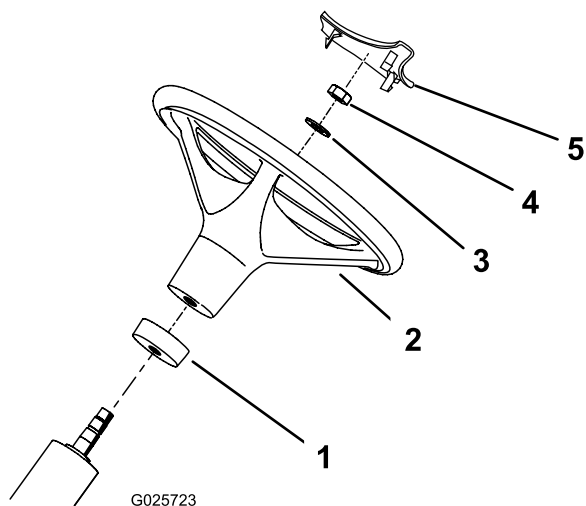

Рисунок 2
2. Наденьте кольцо из пеноматериала на рулевой вал концом меньшего диаметра вниз (Рисунок 2).
3. Наденьте рулевое колесо на рулевой вал (Рисунок 2).
4. Закрепите рулевое колесо на рулевом валу с помощью шайбы и контргайки (Рисунок 2).
6. Вдавите крышку рулевого колеса на штатное место на рулевом колесе (Рисунок 2).